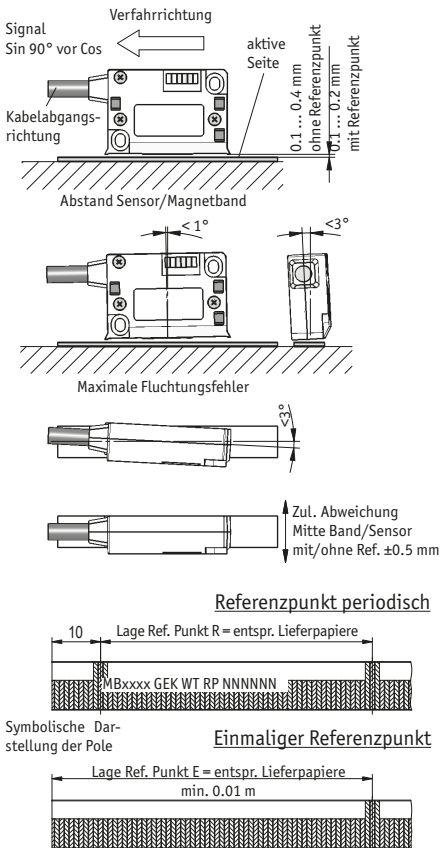

Abb. 6: Definition der Zählrichtung mit Magnetband und Montage Sensor/Magnetband, Abstandsmaße, Toleranzen
- **Auf richtige Ausrichtung bezüglich der Zählrichtung achten** (Abb. 6). Dies ist unerheblich falls sich die Zählrichtung in der elektronischen Auswertung umkehren lässt.
- Abstandsmaße zwischen Sensor und Magnetband sowie Winkeltoleranzen beachten, diese müssen über die gesamte Messstrecke eingehalten werden (siehe Abb. 6)!